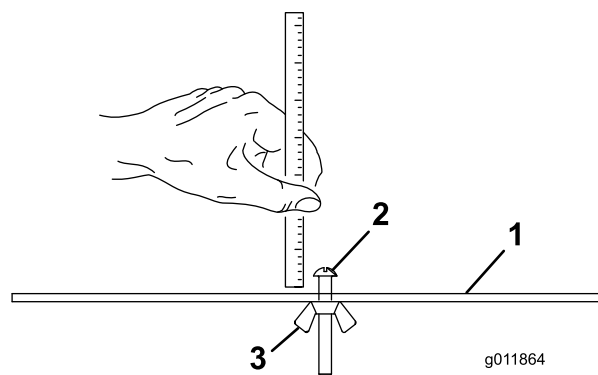

Bild 18
2. Lösen Sie die Mutter an der Messlehre (Bild 18) und stellen die Stellschraube auf die gewünschte Schnitthöhe ein.